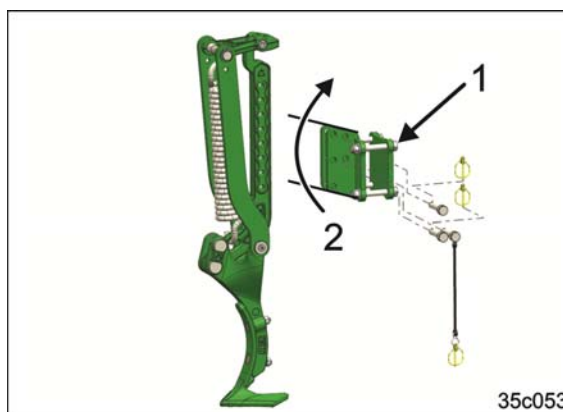

Рис. 127
5. Извлеките крепежные винты крепления следорыхлителя (Рис. 127/1).
6. Поверните крепление следорыхлителя трактора вверх (Рис. 127/2).
7. Установите и затяните крепежные винты крепления следорыхлителя (Рис. 127/1).